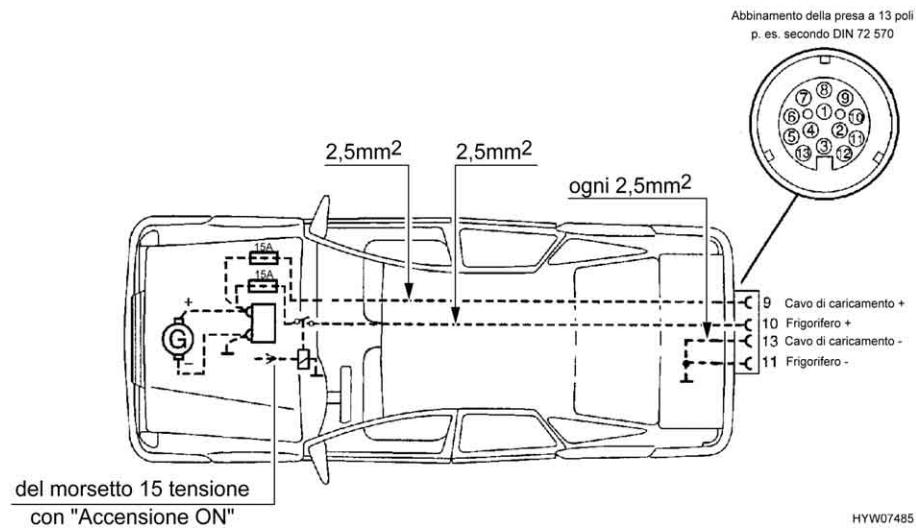

Fig. 98 Installazione per veicolo trainante
- ▷ Attrezzare la motrice con le sezioni di cavo relative e con un relais per l'alimentazione elettrica (comandata tramite accensione) (vedi Fig. 98).